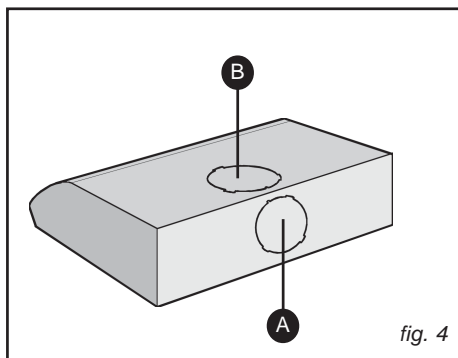

fig. 4
- Les 2 ouvertures A et B (Fig. 4) qui se trouvent sur votre hotte ne doivent pas être fermées car l'air est renvoyé dans la pièce à travers les fentes qui se trouvent sur le devant.